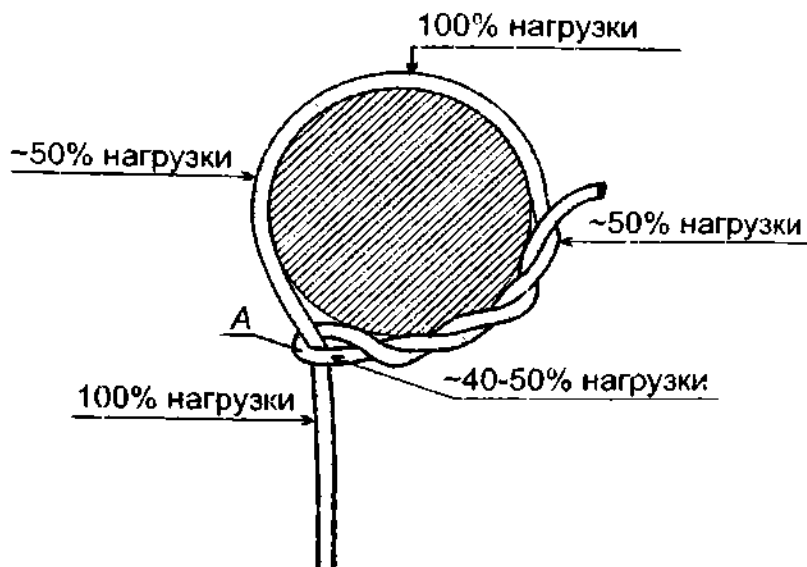

Рис. 15. Силы трения *удавки* об опору уменьшают натяжение верёвки в изгибе петли А.
**Удавка** такая же прочная, как и **беседочный узел**, но трос она ослабляет ещё в меньшей степени (рис. 15). Хоть в **удавке** и имеется очень крутой крайний изгиб А, но сила растяжения в изгибе несколько гасится силой трения, возникающей между опорой и верёвкой рабочей петли, поэтому напряжение, приходящееся на изгиб не так уж и велико – по крайней мере никак не 100%. Верёвка всем своим периметром обхватывает опору и из-за силы трения нагрузка равномерно распределяется по всему узлу.